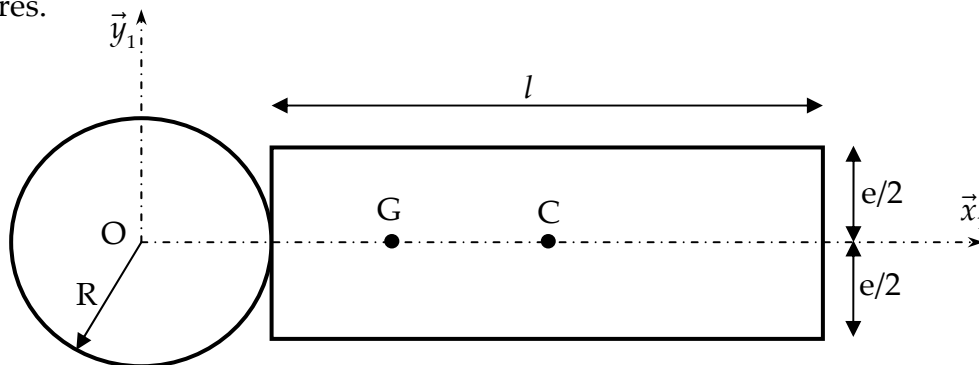

Figure 3 : Forme de la pièce (1)
On suppose que la pièce (1), de centre d'inertie G, est un solide homogène composé d'un disque (D) de centre O, de rayon R, de masse m_D et d'une plaque (P) de centre C et de cotés (e) et (l), de masse m_P comme indiqué sur la **figure 3** ci-après. Le disque (D) et la plaque (P) sont solidaires.
Question 1-10 : Déterminer X_G , Y_G et Z_G , les coordonnées du centre d'inertie G de la pièce (1) en fonction des données de la **figure 3**. ($\overrightarrow{OG} = X_G \cdot \vec{x}_1 + Y_G \cdot \vec{y}_1 + Z_G \cdot \vec{z}_0$).